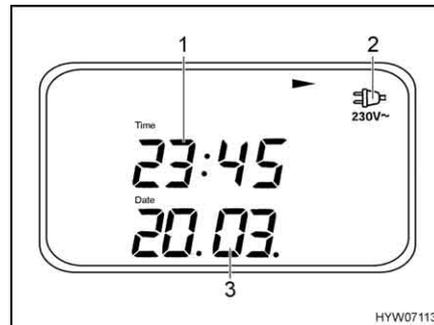

Fig. 128 Menu base (pagina di menu 1)
Il menu base (Fig. 128) appare sempre dopo l'accensione con l'interruttore principale a 12 V (Fig. 126,8).
- Controllo rete (Fig. 128,2): Il simbolo appare quando si allaccia il veicolo all'alimentazione a 230 V
- Data (Fig. 128,3)
- Ora (Fig. 128,1)